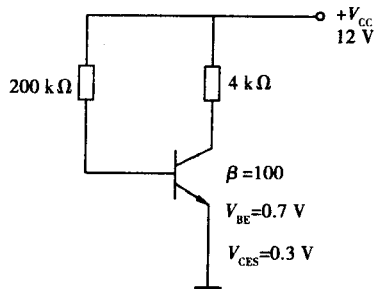

图 1.9
- 1.6 电路如图 1.9 所示,该管工作在_____区。